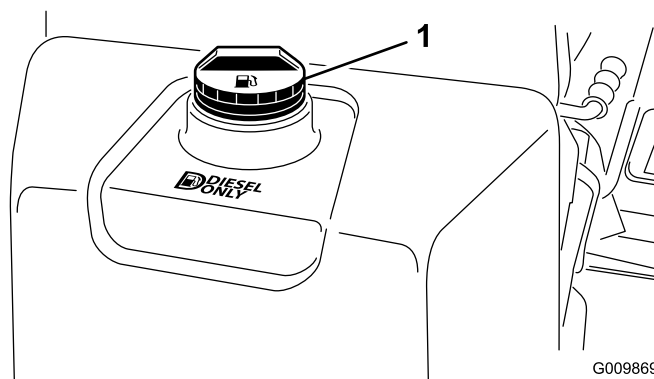

Figura 26
3. Togliete il tappo dal serbatoio carburante (Figura 26).